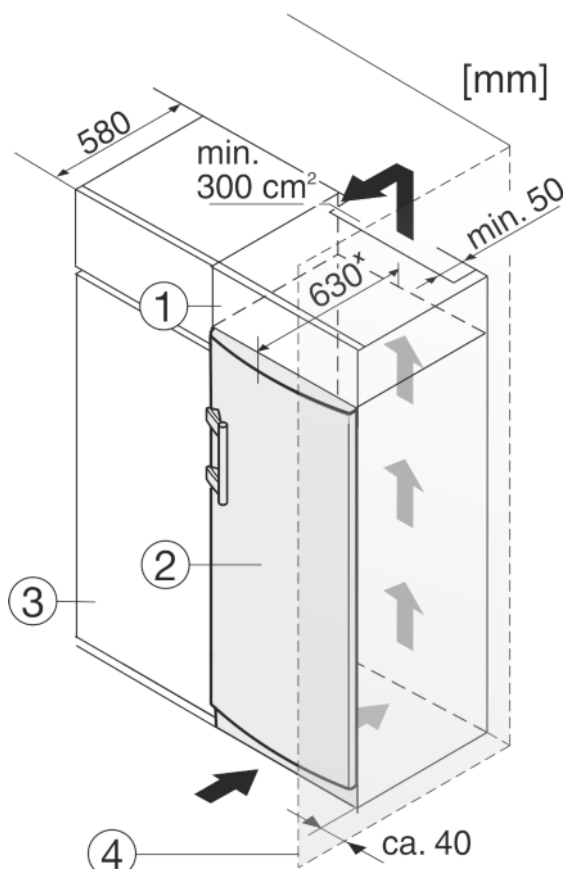

Fig. 12
L'apparecchio può essere incassato in mobili da cucina. Per adattare l'apparecchio Fig. 12 (2) all'altezza della cucina componibile, è possibile applicare sopra l'apparecchio un mobile da appoggio Fig. 12 (1).
Si la cocina posee armarios (profundidad máx. 580 mm), el aparato se puede colocar directamente junto al armario de cocina Fig. 12 (3). El aparato sobresale 34 mm \* por los lados y 50 mm \* en el centro del aparato respecto al frente del armario de cocina.
Se l'apparecchio con cerniere viene installato accanto ad una parete Fig. 12 (4), la distanza minima fra l'apparecchio e la parete deve essere almeno di 40 mm, che corrisponde alla sporgenza della maniglia con la porta aperta.